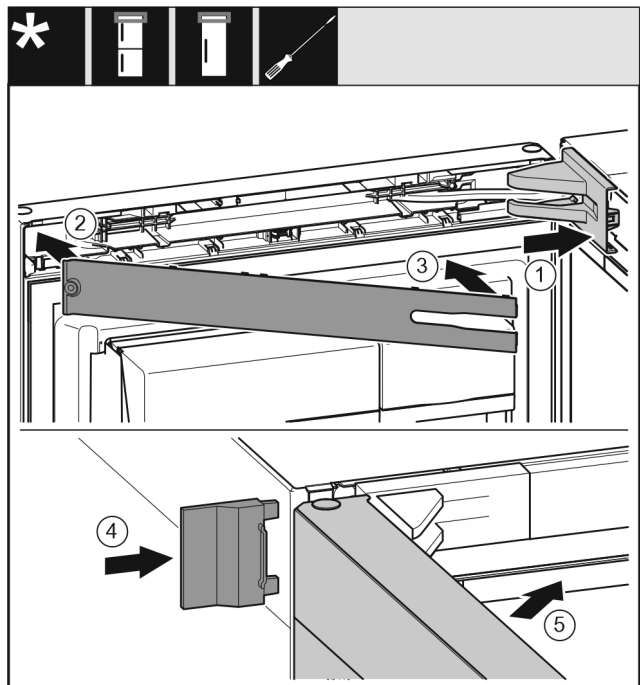

Fig. 27
- ▶ Крышку опорного кронштейна установите и зафиксируйте, при необходимости осторожно разожмите. Fig. 27 (1)
- ▶ Установите накладку. Fig. 27 (2)
- ▶ Наклоните и зафиксируйте накладку. Fig. 27 (3)
- ▶ Надвиньте внешнюю крышку. Fig. 27 (4)
- ▶ Закройте верхнюю дверь. Fig. 27 (5)